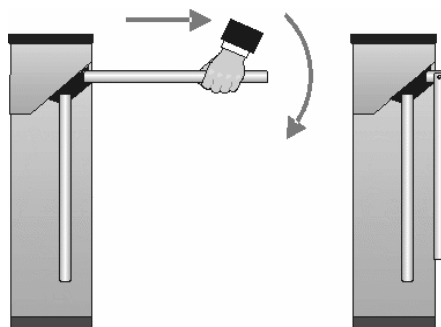

Рисунок 28. Использование преграждающих планок Антипаника
2. Снимите крышку (3) в порядке, указанном в разд. 6 и положите ее на ровную устойчивую поверхность.
3. Осмотрите устройство доворота (толкатель, пружины и ролик), оптические датчики поворота преграждающих планок и демпфирующее устройство (см. рис. 28).